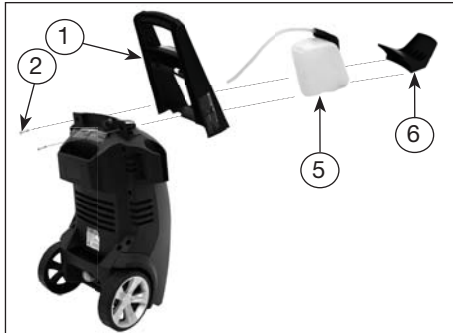

Figure 8 - Seulement pour le PW1825
1. Faites glisser la poignée (1) sur l'unité (voir la figure 8).
3. Faites glisser le crochet du tuyau (6) sur l'avant du nettoyeur haute pression.
5. Faites glisser le réservoir de savon (5) dans la poignée.